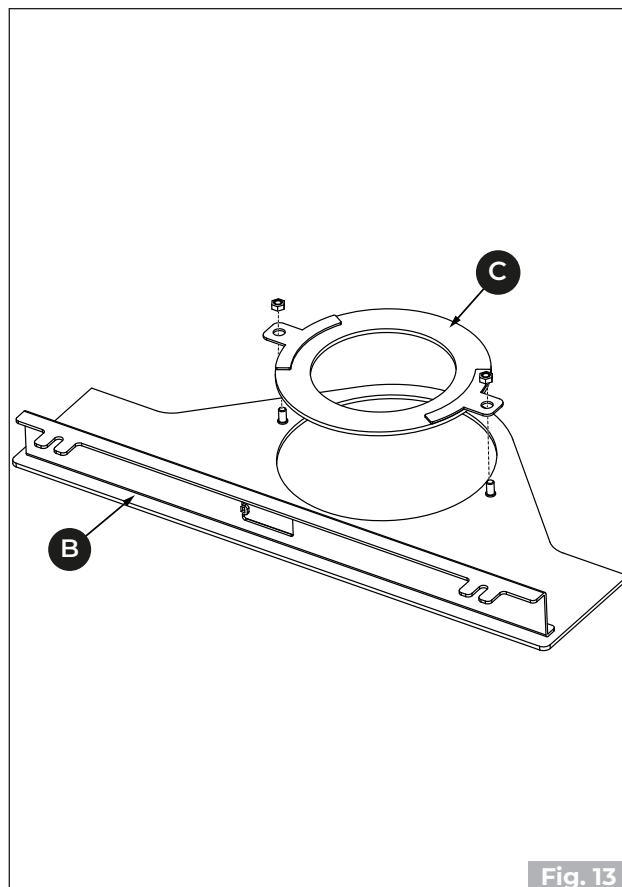

Fig. 13
- Okrenite gornji dio **(B)** i uklonite potporu **(C)** gdje je predviđena koncentrična cijev. (**Fig. 13**)